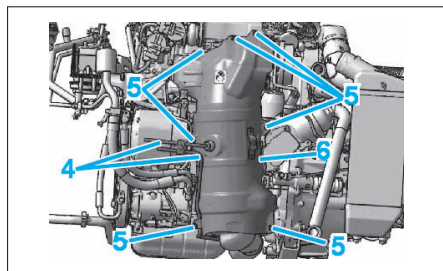

FIG. 62
- les tuyaux (4) de prise de pression du filtre à particules (Fig.62)
- les vis de fixations (5) de l'écran thermique
- l'écran thermique (6)